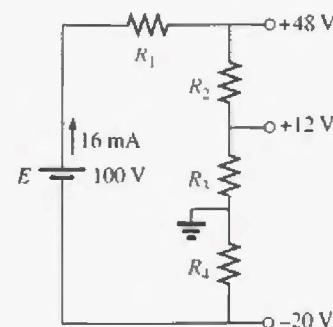

FIGURA 5.89
20. Determine los valores de R_1 , R_2 , R_3 y R_4 para el divisor de voltaje de la figura 5.89 si la corriente de fuente es de 16 mA.